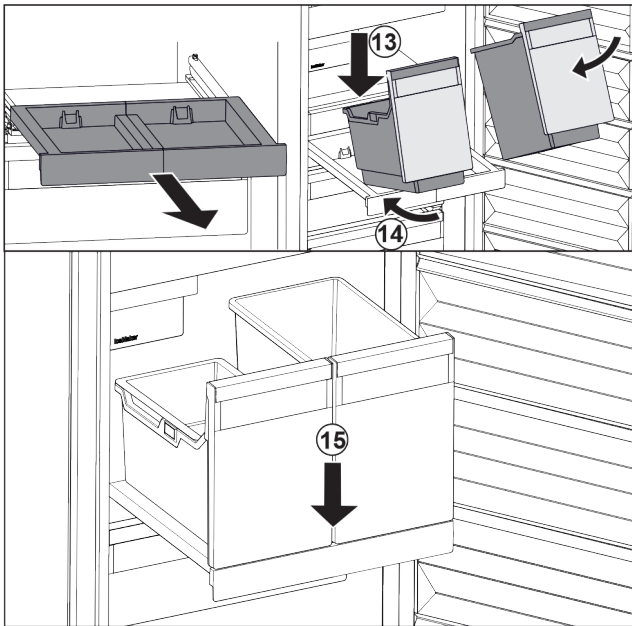

Fig. 95
- ▶ Поставете съда под ъгъл върху изтеглящата се дъска. Fig. 95 (13)
- ▶ Вкарайте съда под ъгъл назад. Fig. 95 (14)
- ▶ Спуснете съда отпред. Fig. 95 (15)